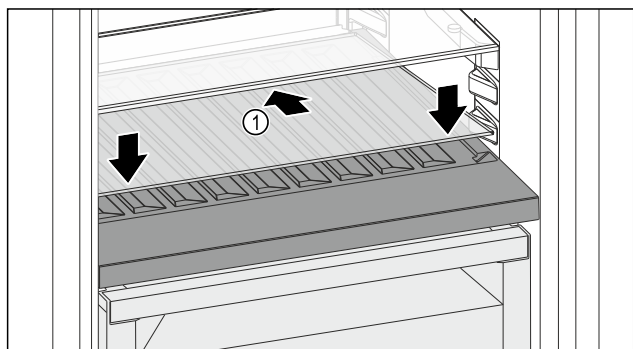

Fig. 166
- Glasplatte Fig. 166 (1) schräg und nach hinten unten geneigt ansetzen.
- Glasplatte Fig. 166 (1) vorne absenken.